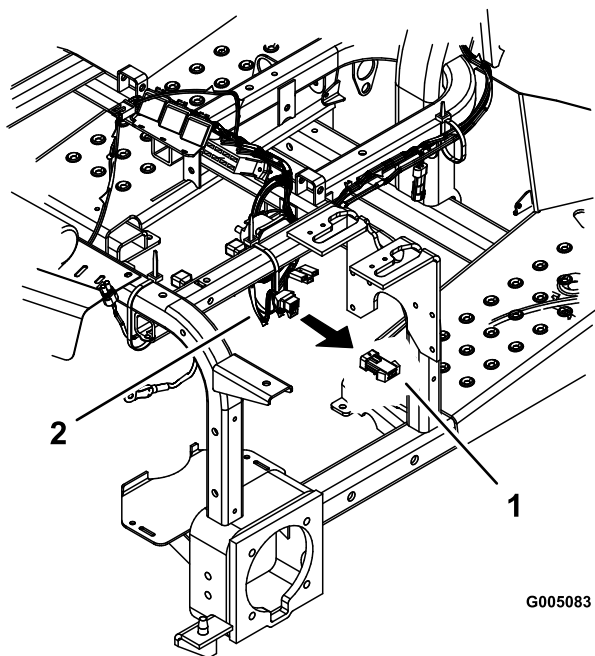

図 34
5. コントロールパネルの下のメインハーネス部からジャンパワイヤを外す 図 34。